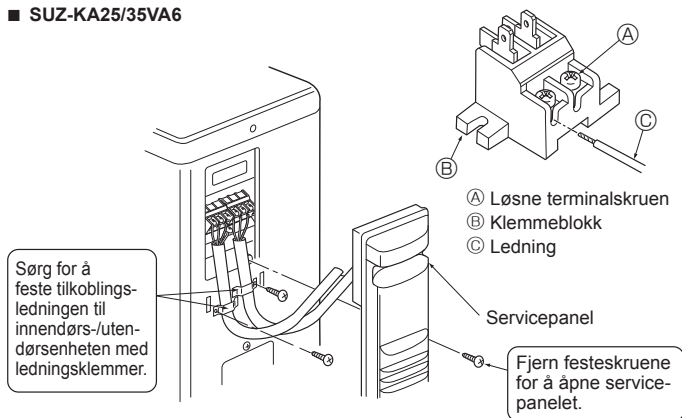
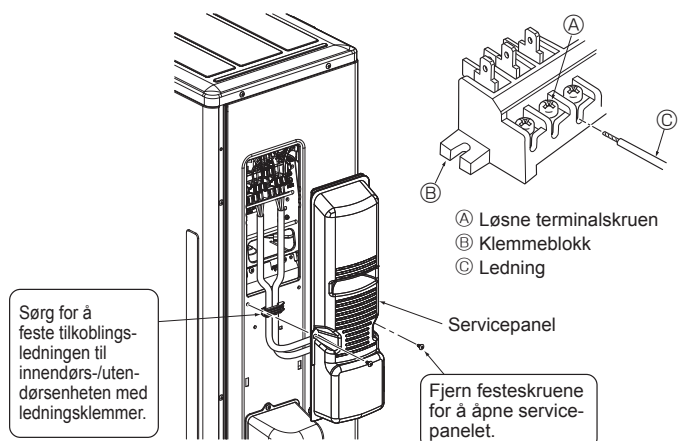

Fig. 6-3
Fig. 6-4
6.1. Utendørsenhet (Fig. 6-1, Fig. 6-2, Fig. 6-3, Fig. 6-4)
- ① Fjern servicepanelet.
- ② Kople til kablene med henvisning til fig. 6-1, fig. 6-2, fig. 6-3 og fig. 6-4.